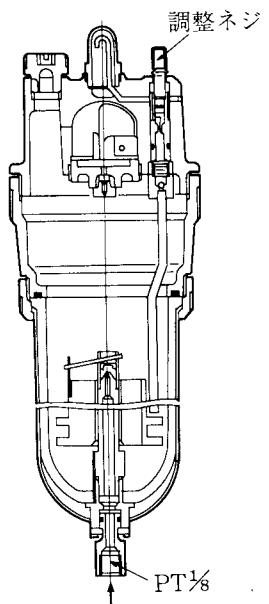

図1-15 オートフィードループ
- ② 調整時、バイトやワークに接触させないよう十分注意する。また、ノズルがカッタヘッドを回したとき、バイトに接触したり、テーブルが前進端にきたときシリンダやホースジョイントに接触したりすることのないことを確認する。
- ③ 切削液を「ON」にし、切削液供給装置内のオートフィードループの滴下量が1ドロップ/secとなるように調整ねじで調整する(図1-15)。